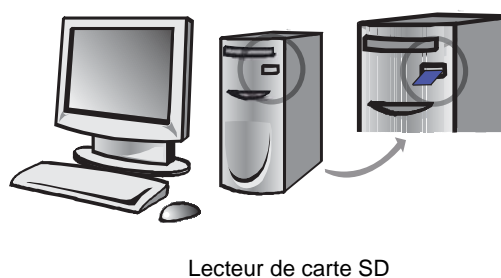

Figure 4
- La carte SD doit être insérée dans le lecteur de carte SD du PC (Figure 4 ci-dessous)